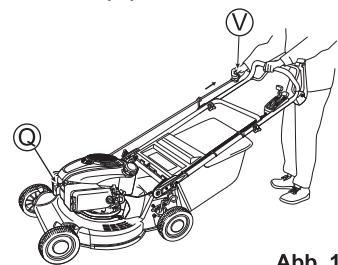

Abb. 11
- Installieren Sie die Zündkerzenkappe (Q). (Siehe Abb. 11)
- Um den Motor zu starten, greifen Sie zuerst den Griff mit Ihrer linken Hand und dann den Startergriff (V) mit Ihrer rechten Hand. Ziehen Sie vorsichtig am Startergriff (V) und halten Sie kurz inne, wenn Sie merken, dass das Zugseil gespannt ist, ziehen Sie dann kräftig von dieser Position aus. Anschließend bringen Sie den Startergriff (V) langsam in seine ursprüngliche Position. (Siehe Abb. 11)